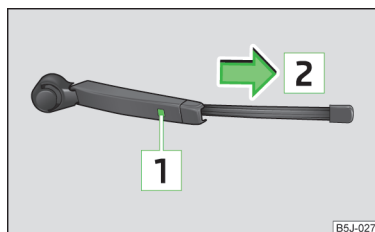

Fig. 33
- Ridicați brațul ștergătorului de pe geam » fig. 33.